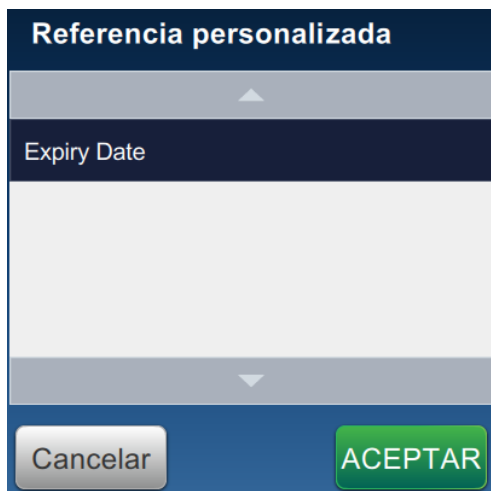

Figura 6-12: Lista Referencia personalizada
8. Seleccione Fecha de caducidad en la lista Referencia personalizada, como se muestra en la Figura 6-12.
14. Seleccione Fecha de caducidad en la lista Referencia de campo personalizada, como se muestra en la Figura 6-12.